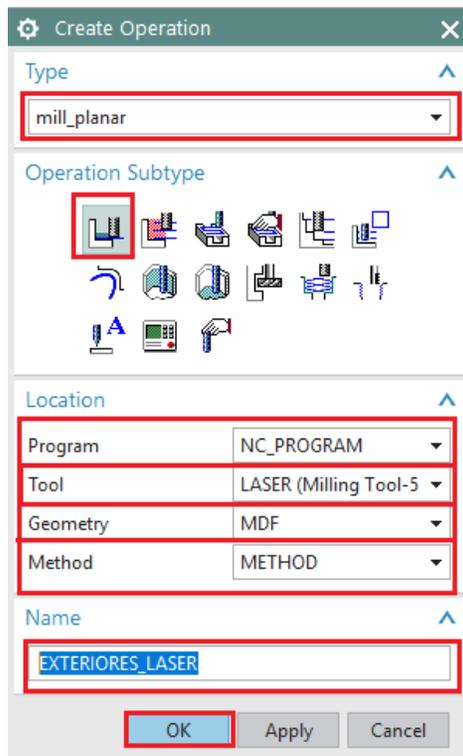

Figura 3.34 Create Operation
- En la ventana que aparece(**Create Operation**) realizar los siguientes ajustes, al terminar dar click en *Ok* (Figura 3.34):